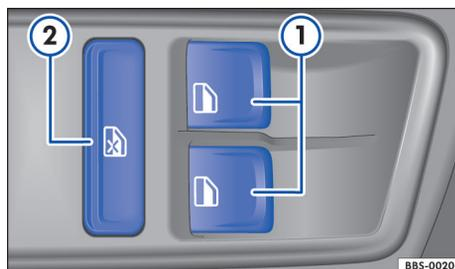

图 28 驾驶员侧车门上：前排电动门窗按钮
部件说明 图 28：
安全按钮 ⇒ 图 28 ② 用于锁止后排车门上的电动门窗按钮。锁止后排电动门窗按钮后安全按钮里的黄色指示灯随之点亮。